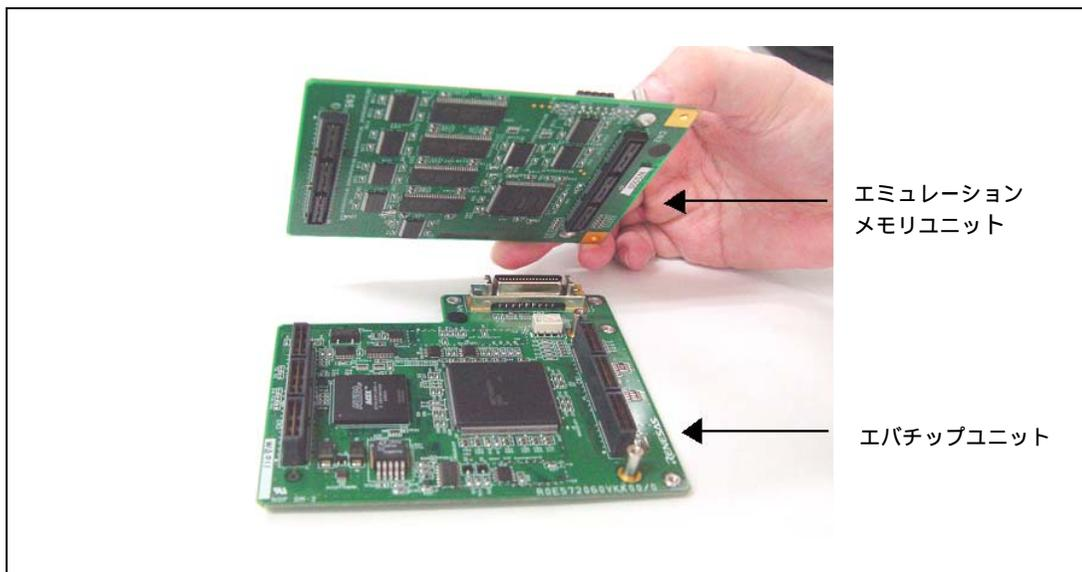

図 2.15 エミュレーションメモリユニットとエバチップユニットの接続方法
- エミュレーションメモリユニットとエバチップユニットを組み合わせるご使用になる場合には、図2.15のようにエミュレーションメモリユニットとエバチップユニットを接続してください。